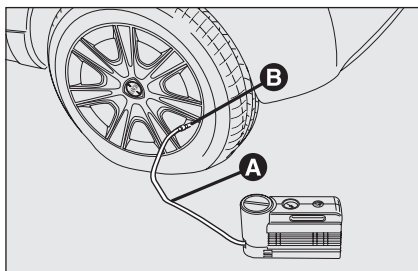

fig. 5
- ❑ **Azionare il freno a mano.** Svitare il cappuccio dalla valvola del pneumatico, estrarre il tubo flessibile di riempimento **A**-fig. 5 ed avvitare la ghiera **B** sulla valvola del pneumatico;